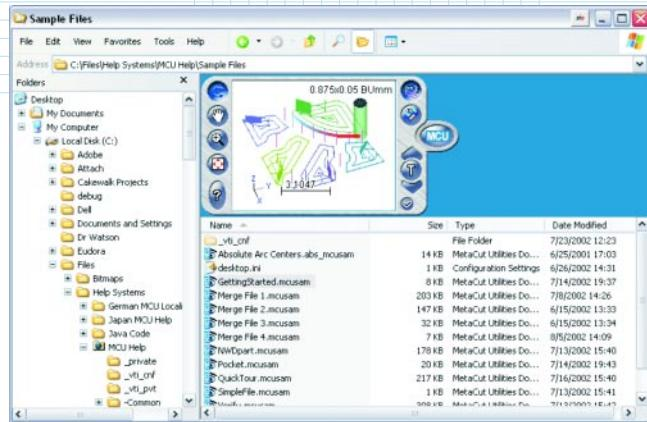

Рис. 6. Можно просматривать УП прямо из Explorer'a
- включенный в состав программы *MCU Explorer* (рис. 6) позволяет просматривать УП прямо из *Windows Explorer* (кроме *Windows NT*);